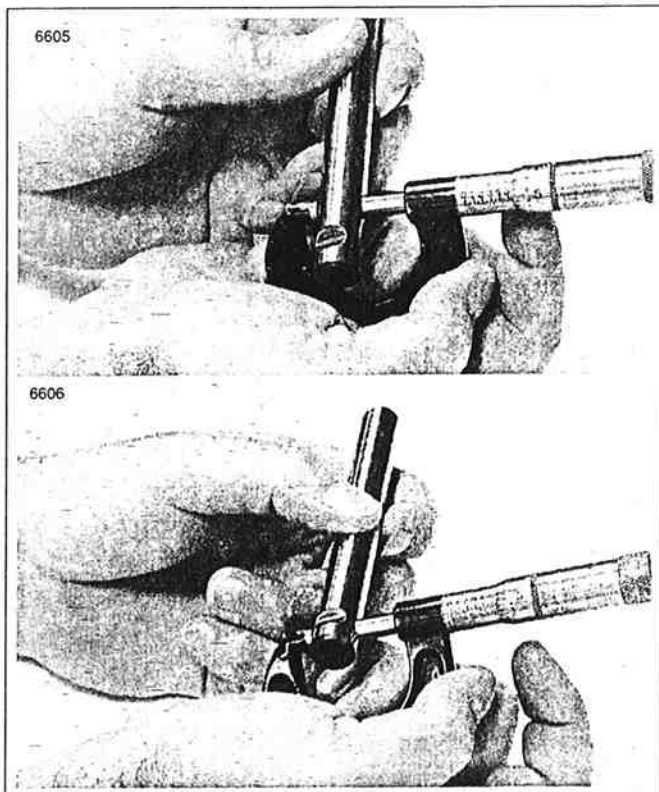

Figura 3-27. Medición del diámetro del eje de los balancines en la posición del buje (superior) y posición de cubierta (inferior)
2. Vea la Figura 3-27. Mida y registre el diámetro del eje del balancín en las posiciones en que se mueven los bujes de los balancines y donde el eje entra en la cubierta interior de los balancines.